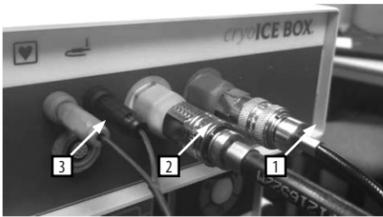

Figura 2: Conexões da SONDA ao ACM
- Conecte o **conector de entrada de gás da SONDA à porta de conexão de entrada de gás**. Consulte a Figura 2.
- Conecte os **conectores de temperatura** da SONDA aos conectores coloridos correspondentes no ACM. Consulte a Figura 2: Conexões da SONDA ao ACM.